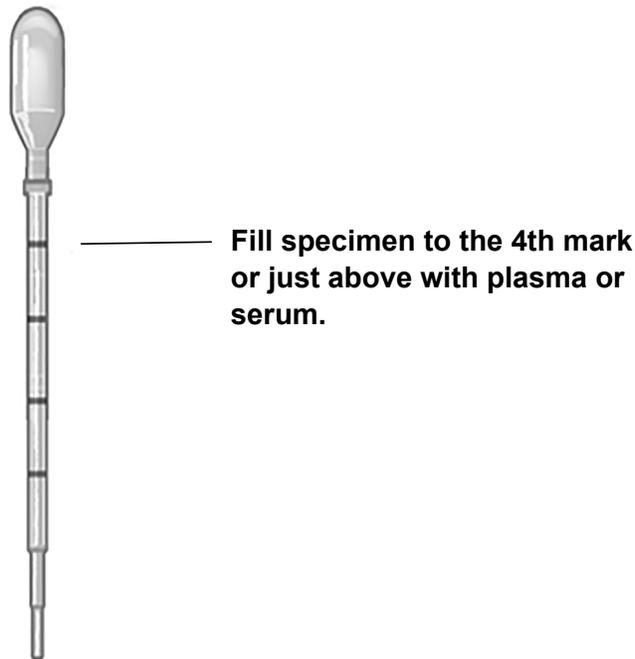

Figura 1. Pipeta de transferencia de la prueba Xpert HBV VL
- **Opción 1:** Si se usa la pipeta de transferencia incluida en el kit (consulte la Figura 1), llene la pipeta hasta la cuarta marca (1,0 ml), o ligeramente por encima, con plasma o suero del tubo de recogida.. Vacíe el contenido de la pipeta en la cámara de muestras del cartucho (consulte la Figura 2).